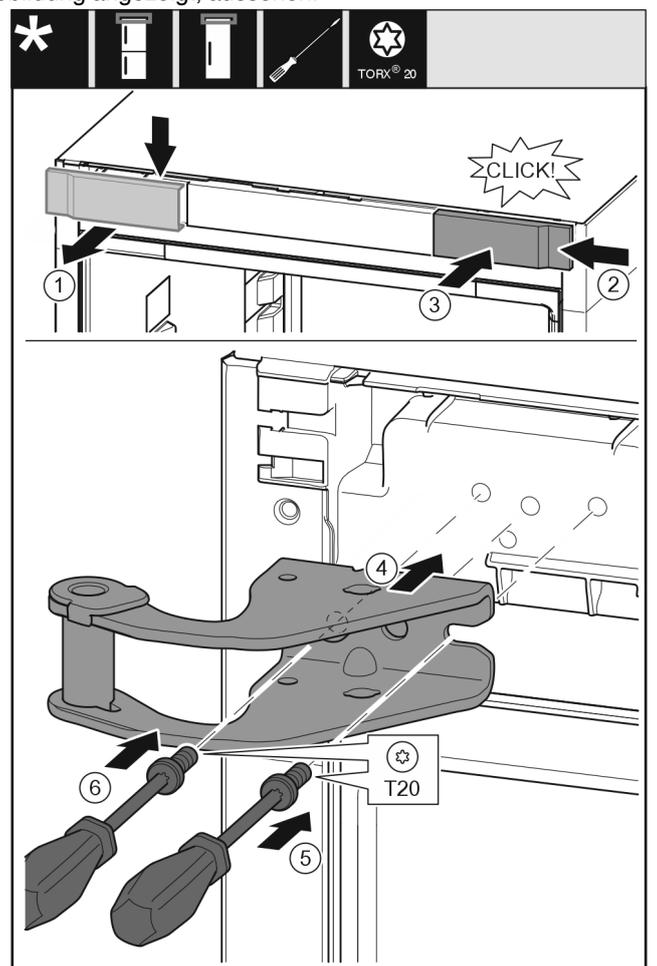

Fig. 19
- ▶ Abdeckung von oben nach vorne abnehmen. Fig. 19 (1)
- ▶ Abdeckung um 180° gedreht auf der anderen Seite von rechts einhängen. Fig. 19 (2)
- ▶ Abdeckung einrasten. Fig. 19 (3)
- ▶ Oberen Lagerbock ansetzen. Fig. 19 (4)
- ▶ Schraube mit Schraubendreher T20 ansetzen und festdrehen. Fig. 19 (5)
- ▶ Schraube mit Schraubendreher T20 einsetzen und festdrehen. Fig. 19 (6)